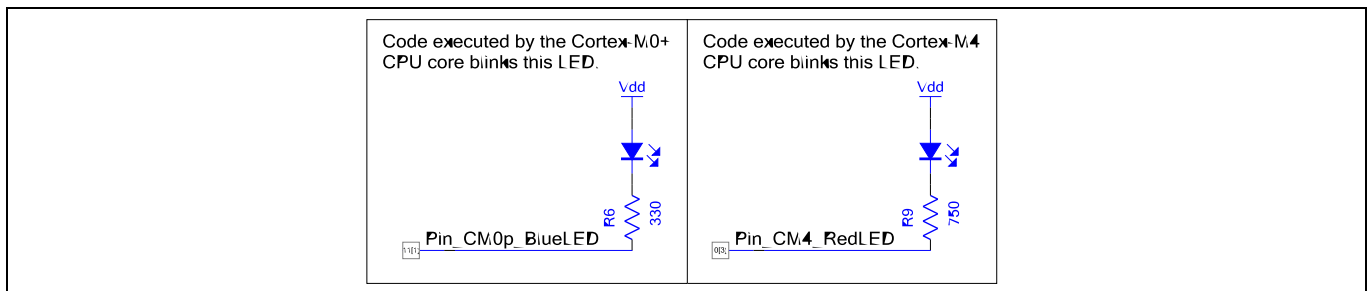

Figure 10 個別ピンコンポーネントを制御するデュアル CPU の PSoC Creator プロジェクト回路図
- **リソースを 1 つの CPU 専用**にします。目的の CPU のファームウェアでのみリソースを使用するためのコードを含めます。また、PSoC Creator を使用する場合、**Figure 10** に示すように、リソースを「所有する」CPU をプロジェクトの回路図で指定することを推奨します。